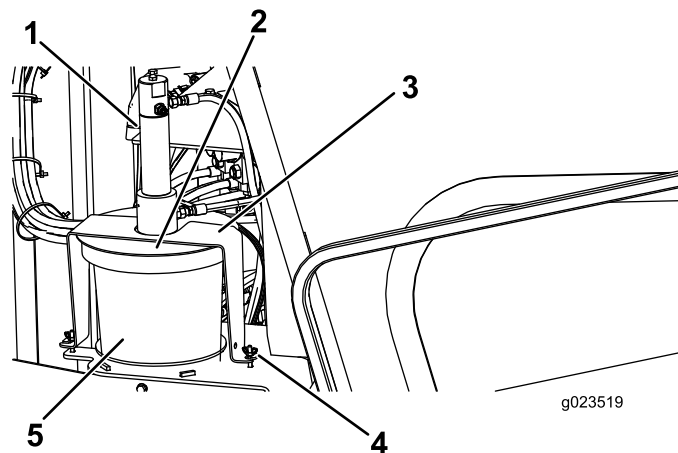

Figure 57
3. Desserrez les écrous à oreilles qui fixent les brides de maintien du couvercle sur la machine (Figure 57).
4. Tournez le couvercle et retirez les brides de maintien des boulons de fixation (Figure 57).
5. Soulevez le couvercle et déposez-le du bidon vide de composé d'étanchéité (Figure 57).
7. Placez le plongeur dans le bidon plein et abaissez le couvercle sur le bidon (Figure 57).
8. Glissez les brides sur les boulons de fixation et tournez le couvercle de manière à engager les brides sur les boulons (Figure 57).